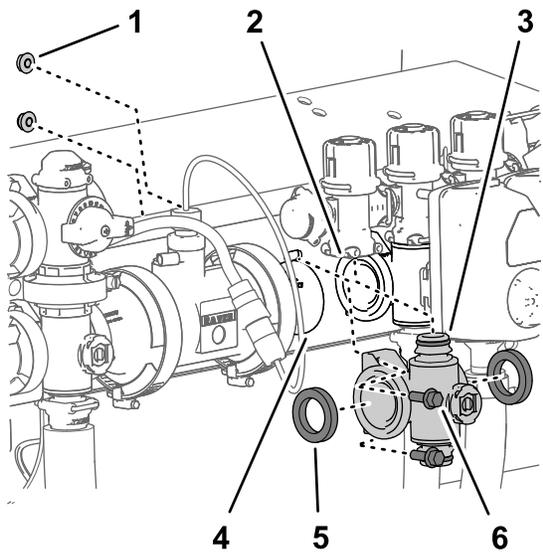

图 127
- 对于左或右喷洒臂段阀歧管应松开将该喷洒臂段阀歧管固定至阀支架的 2 个凸缘头螺栓 $\frac{1}{4} \times \frac{3}{4}$ 英寸和 2 个凸缘锁紧螺母 $\frac{1}{4}$ 英寸图 127。
5. 向下移动喷洒臂段阀歧管和垫片使之与喷洒臂段旁通阀分开后再离开机器图 127。